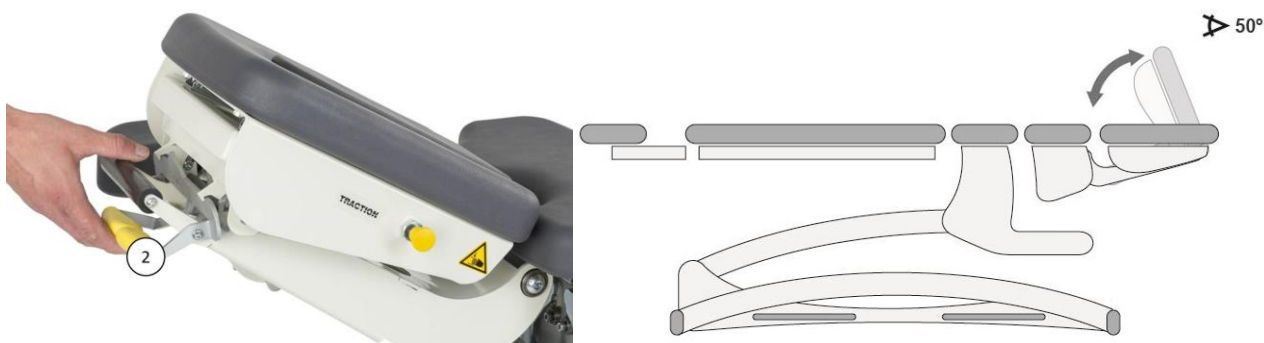

Bild 27: Motsatt justering av huvuddyna
Håll in spaken (Bild 27 (2)) och justera till önskat läge för motsatt vinkling av huvuddynan.